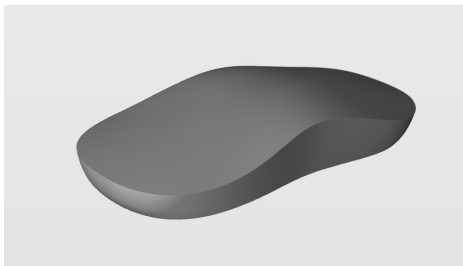

图 5-200 下壳体实体
2) 选中下壳体曲面，按〈I〉键将其独立显示，使用“补块”工具将此曲面封口。然后将所有曲面合并，成为一个实体，如图 5-200 所示。